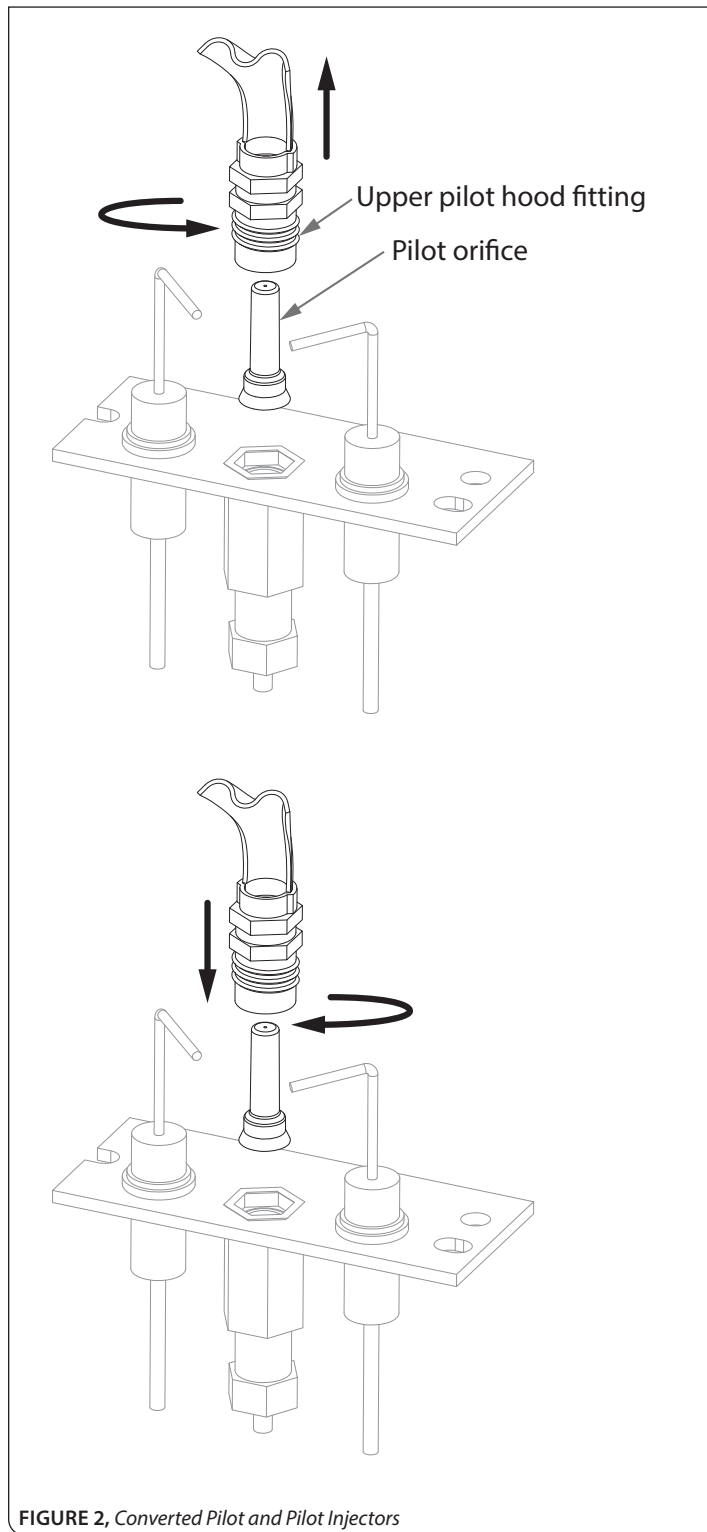

FIGURE 2, Converted Pilot and Pilot Injectors
- Step 1: Using a 7/16" wrench, loosen the upper pilot hood fitting by turning counter-clockwise. See FIGURE 2.
- Étape 1: Avec une clé $\frac{7}{16}$ ", desserrez le raccord supérieur du capuchon de veilleuse en tournant en sens antihoraire. Voir la FIGURE 2.